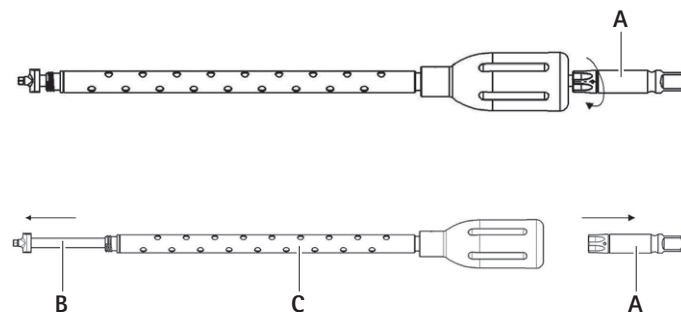

Рис. 12 Разборка отвертки
6.5 Резьбовая отвертка S⁴ Cervical TH (12)
- ▶ Вставьте стержень отвертки В через рукоятку и гильзу С, см. Рис. 12.